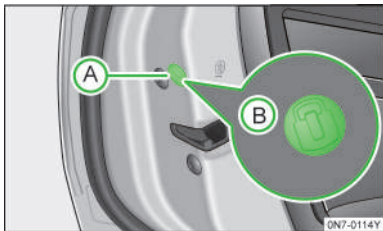

图 54
- 拆下饰盖 **A** ▶ 图 54。
- 将钥匙插入槽口 **B** ▶ 图 54 中并向车外转动。